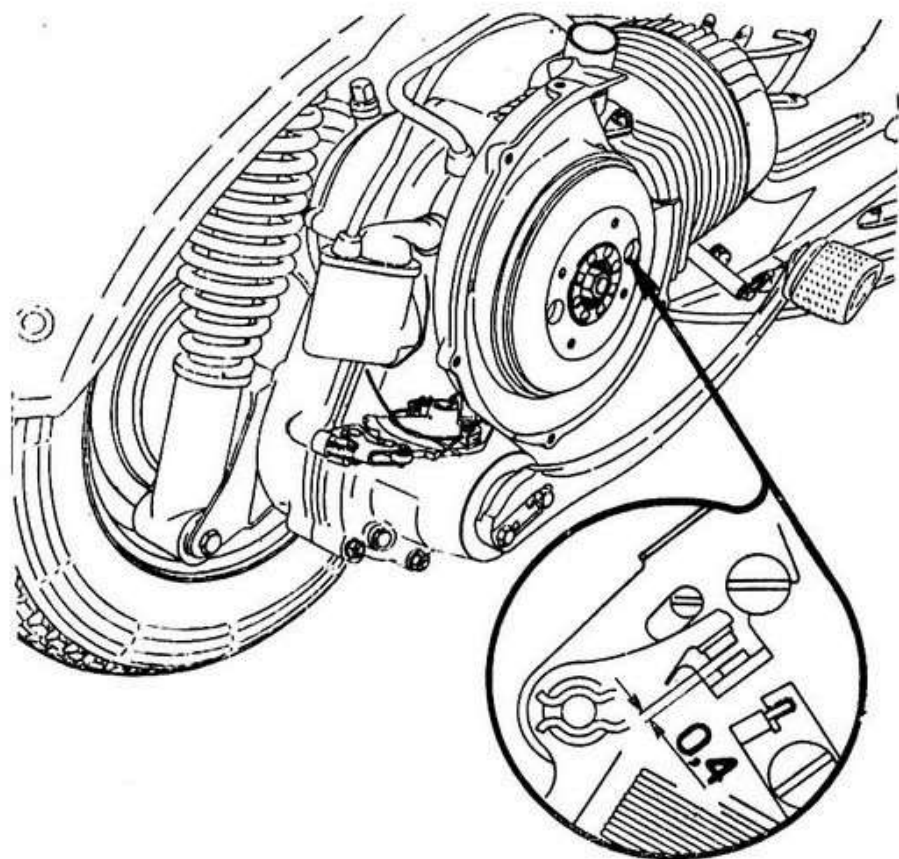

Fig. 17 - Registrazione puntine del ruttore
6) - Registrare (0,4 mm.) e pulire le puntine platinato del volano magnete (vedi fig. 17).